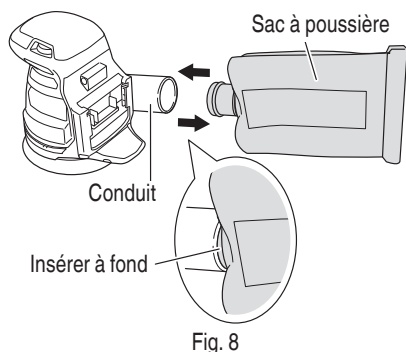

Fig. 8
4. Fixation et retrait du sac à poussière (Fig. 8)